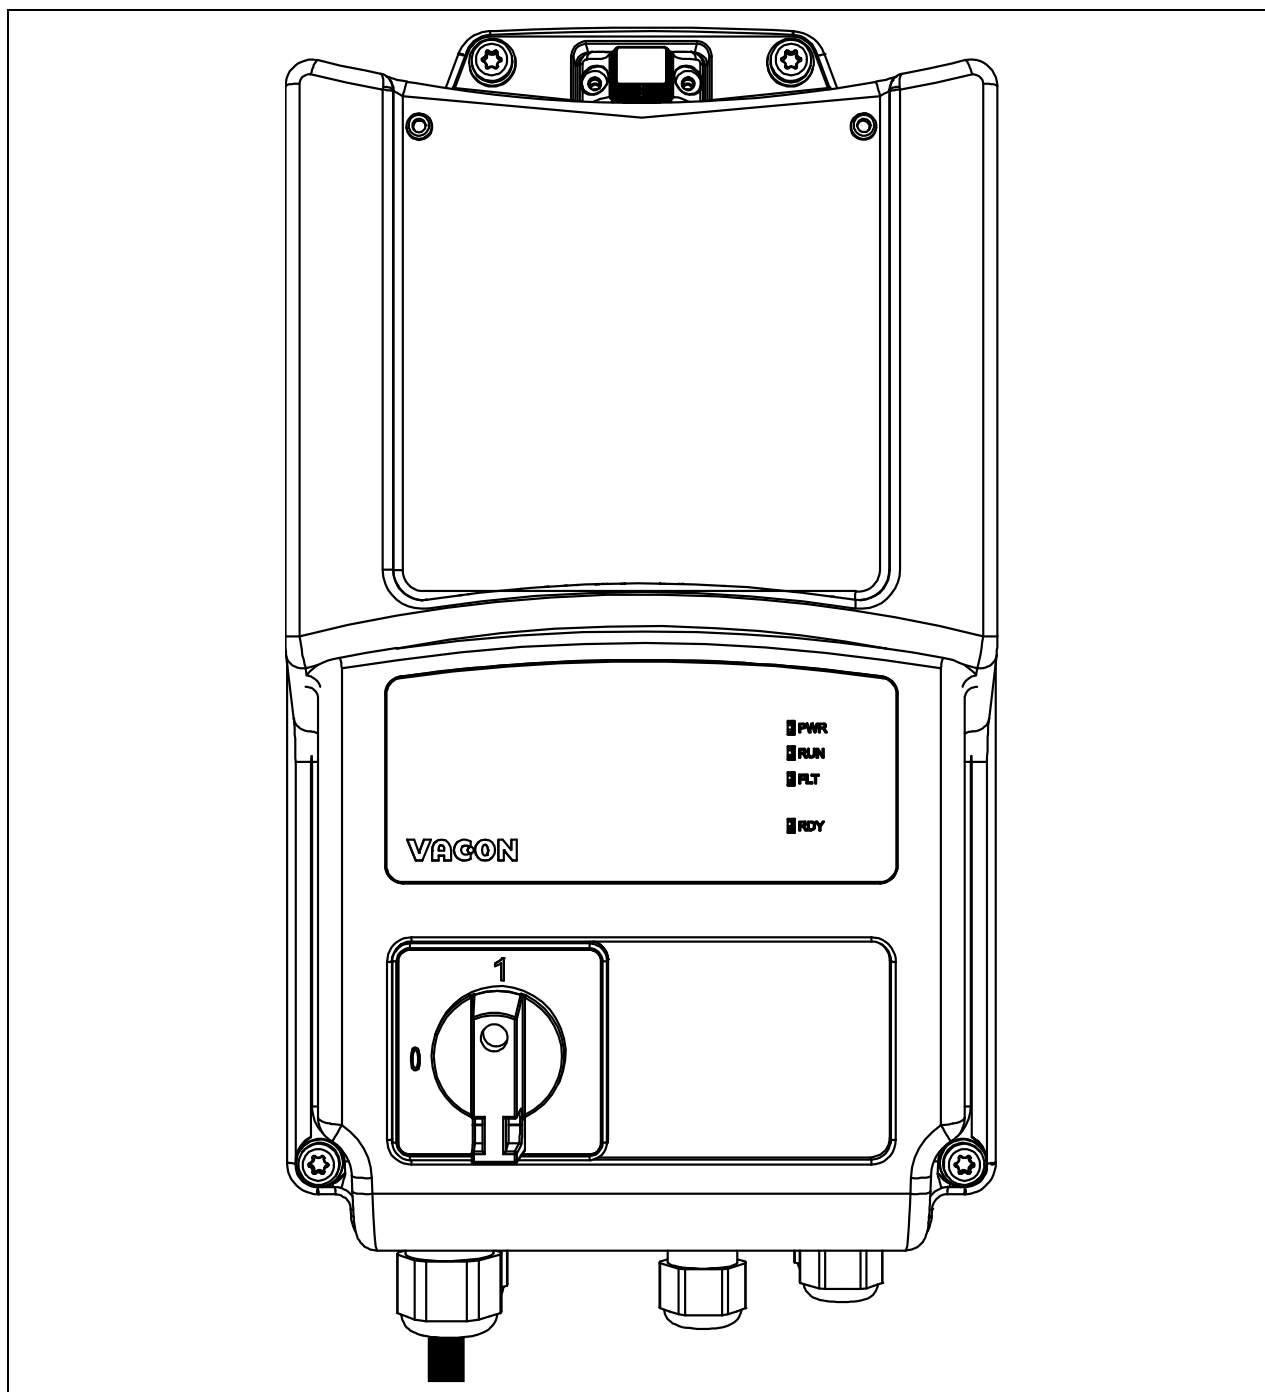

Abbildung 65. Den Kunststoffdeckel montieren.
Der *Netzschalter* dient dazu, den VACON® 20 X vom Stromnetz zu trennen, wenn zum Beispiel Servicearbeiten notwendig sind. Der Netzschalter ist als Zubehör erhältlich und kann in den Umrichter eingebaut werden. Der Schalter kann an der Vorderseite des Umrichters montiert werden. Siehe Abbildung 65.
- Montieren Sie den Kunststoffdeckel mit seinen Schrauben und der HMI-Kappe auf dem Frequenzumrichter: Die Installation ist abgeschlossen. Siehe Abbildung 65.